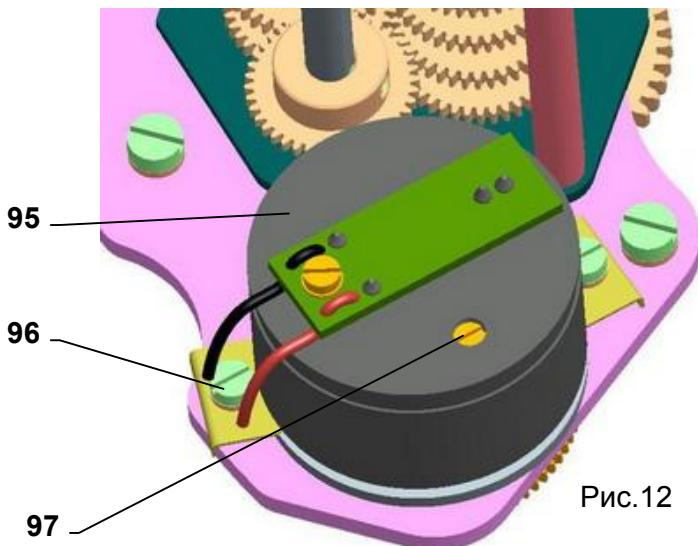

Рис.12
4.7 Установка емкостного датчика СРТ1/А (рис.12)
С помощью триммера (97), Рис.12 можно унифицировать выходной сигнал емкостного датчика, установить его для любой величины хода, отвечающей приблизительно от 50% и до 100% максимальных рабочих оборотов на данном ступени по Таб. № 3.